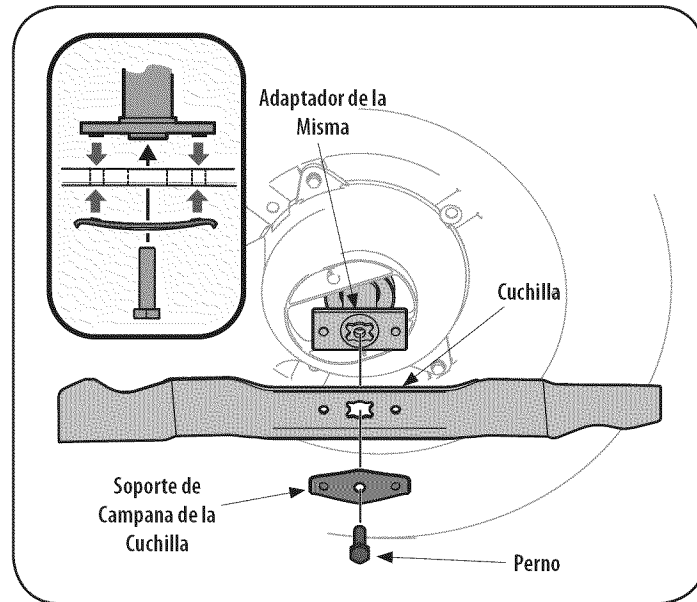

Figura 21
2. Saque el perno y el soporte de campana de la cuchilla que sostienen la cuchilla y el adaptador de la misma al cigüeñal del motor. Vea la Figura 21.
5. Lubrique el cigüeñal del motor y la superficie interna del adaptador de la cuchilla con aceite ligero. Deslice el adaptador de la cuchilla sobre el cigüeñal del motor. Instale la cuchilla en el adaptador con el lado marcado "Bottom" (inferior) (o con el número de parte) hacia el piso cuando la cortadora de césped está en posición de funcionamiento. Asegúrese que la cuchilla quede alineada y asentada en las bridas del adaptador. Vea la Figura 21 inserto.